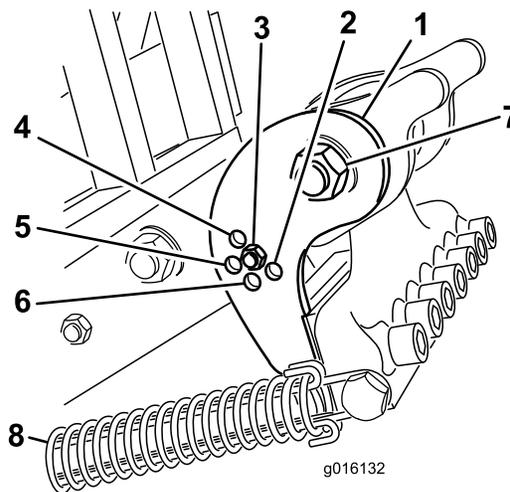

图 36
根据打孔针的长度将曲面支架图 36 设定到正确的位置。通过选择用螺栓固定调节杆的孔将打孔针限位器设定到 5 个预先确定的位置之一。仅仅这些孔是预先确定的例如在 30.5cm 的位置使用 25.4cm 打孔针您可以达到更平滑的调整取决于具体应用的需求。
3. 松开到打孔针夹头的拉簧图 36。
4. 卸下曲面支架调节孔中的螺母和螺栓图 36。